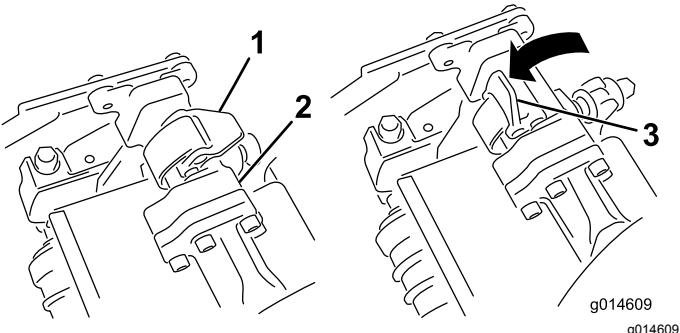

Bild 45
4. Die Riegel an der Aufhängearmstange müssen nach oben zeigen (d. h. offen) (Bild 45); drücken Sie den Aufhängearm dann so nach unten, dass die Stange über die Stange an der Oberseite des Mähwerks passt (Bild 46).
5. Drücken Sie die Riegel nach unten um die Mähwerkstange herum und arretieren sie (Bild 45).
5. Öffnen Sie die Riegel an der Aufhängearmstange des Mähwerks, die Sie entfernen möchten (Bild 45).